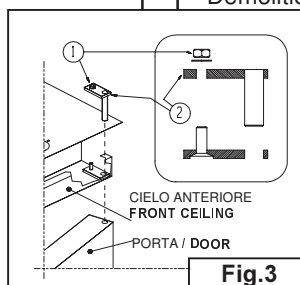

Fig.3
-Per estrarre la porta (**Fig.3**), togliere il dado **Pos.1**, e la piastra **Pos.2**.